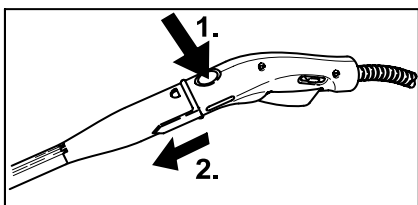

Figura 6
- Pentru desprinderea accesoriilor, apăsați butonul de deblocare (C2) respectiv G2) și trageți piesele una din alta (vezi figura 6).